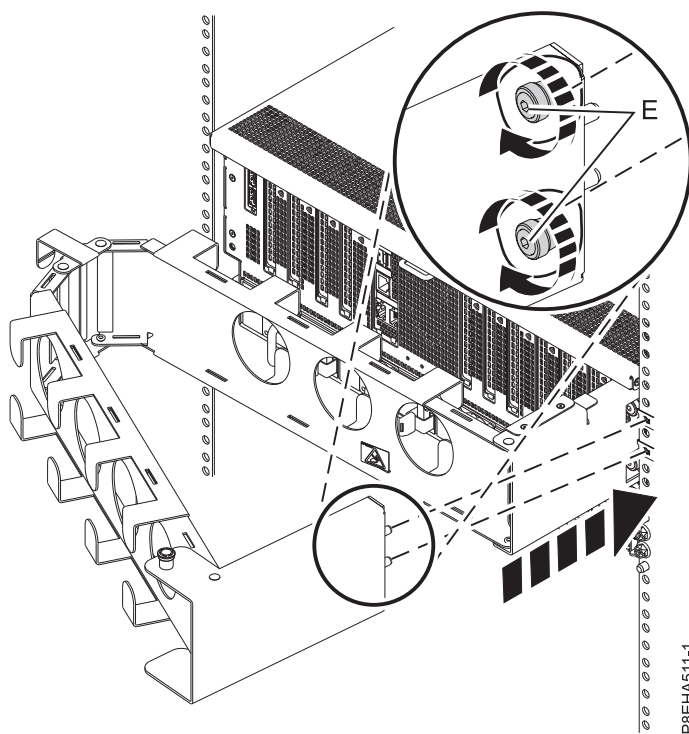

図 19. レールへの外側プレートの取り付け
3. 図 19に示すように、2 つの拘束ねじ (E) で外側プレートをレールに取り付けます。